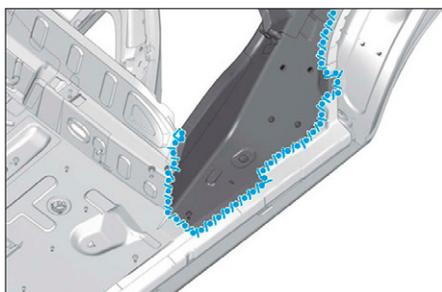
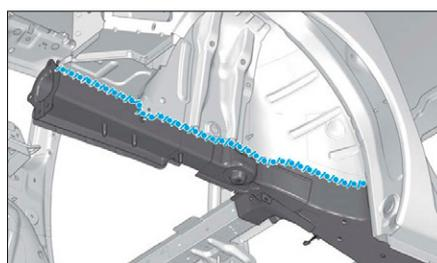

FIG. 223
FIG. 224
- une couche d'impression phosphatante sur les zones mises à nu (**Fig.223**) et (**Fig.224**),